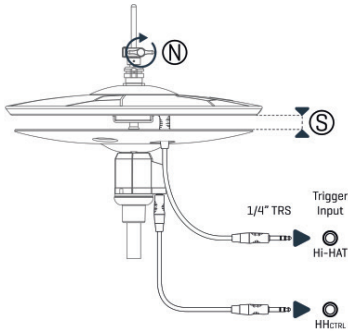

Figura 5
- 1 Eleve el plato superior de manera gradual hasta que el soporte móvil del controlador del Hi-Hat (O) deje de seguir el movimiento.
- 2 En esta posición, aprete/ajuste el tornillo de mariposa del clutch (N) como se muestra en la *Figura 5*.